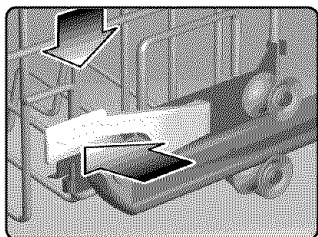

Figure 9/Ilus. 9
- 3) Press the RackMatic™ handles inward, as shown in Figure 9, and let the rack drop gently while supporting it with your hands.
- 3) Presser les poignées RackMatic^{mc} vers l'intérieur, figure 9, et laisser le panier tomber délicatement tout en le supportant avec les mains.
- 3) Oprima las manillas del RackMaticTM hacia adentro tal como muestra la Ilustración 9 y permita que el estante se caiga delicadamente mientras lo sostenga con las manos.